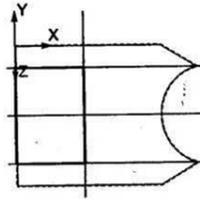

Рис. 114
25. Для получения прямоугольной «бобышки» повторите пп.3-4 настоящего упражнения для эскиза «бобышки» (см.рис.114).
26. Постройте эскиз прямоугольной «бобышки», показанный на рис. 114.
«бобышки» рис.114. Получим деталь, показанную на рис.115.